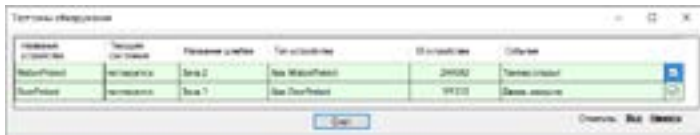

РИС. 16. Тест зоны обнаружения
5.9 Тест зоны обнаружения (РИС. 16) необходим, чтобы убедиться в работоспособности датчиков. В тестовом режиме светодиод датчика горит постоянно, выключаясь при срабатке на 1 секунду – это очень легко заметить визуально. В отличие от теста радиосвязи, тест зоны обнаружения можно провести для нескольких датчиков одновременно. Это можно сделать отметив чек-бокс напротив каждого устройства в окне «Тест зоны обнаружения», предварительно запустив тест нажатием на кнопку увеличительного стекла напротив выбранного датчика. Брелок SpaseControl не поддерживает тесты зоны обнаружения и тесты радиосвязи.